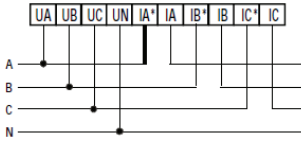

Рис. 4 – Подключение напрямую (трехфазная цепь с нейтралью)
1. Подключите прибор к исследуемой цепи в соответствии со схемами подключения (рис. 4–11).